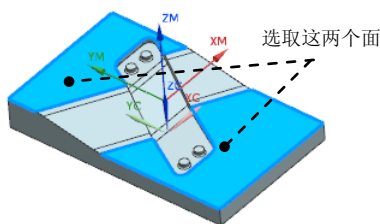

图 14.19 选取切削区域
Step1. 单击 **指定切削区域** 右侧的  按钮, 选取图 14.19 所示的面。